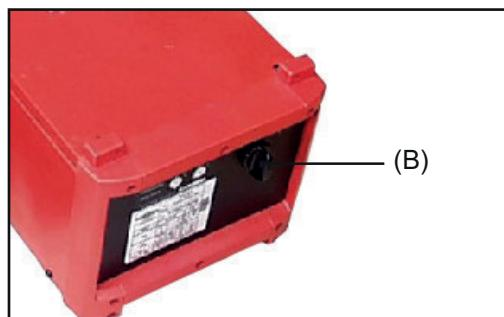

Abb.4 Gerät-Hauptschalter
- 1 Gerätehauptschalter (B) (Abb.4) am Autotrafo in Stellung - O - schalten